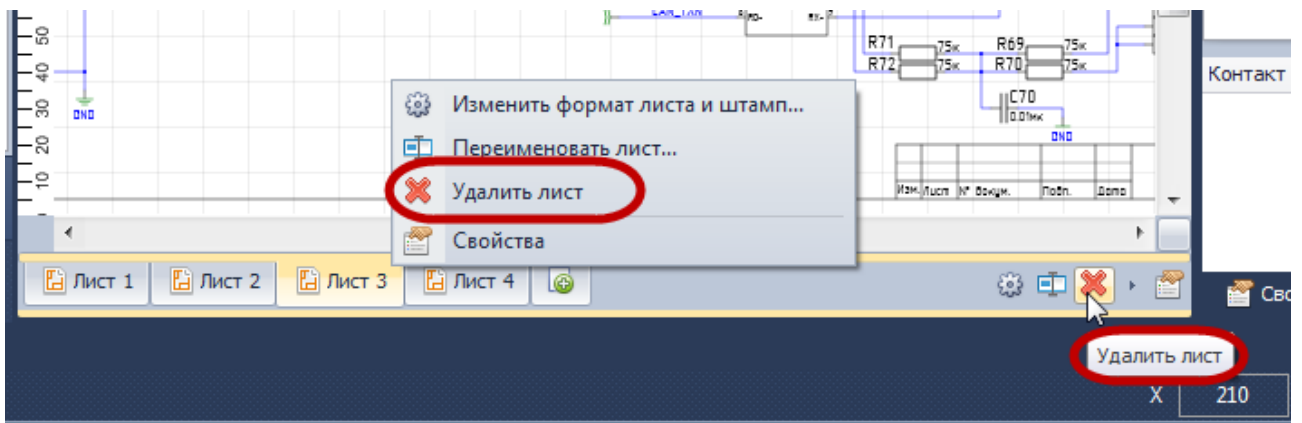

Рис. 391. Удаление листа схемы
Для того чтобы удалить лист, необходимо навести курсор на кнопку  - «Удалить лист», которая расположена на панели инструментов в правом нижнем углу вкладки, и нажать левую кнопку мыши, либо воспользоваться контекстным меню закладки, см. Рис. 391.
1. Наведите курсор на кнопку  - «Переименовать лист», которая расположена на панели инструментов в правом нижнем углу вкладки, и нажмите левую кнопку мыши, либо воспользуйтесь контекстным меню закладки, см. Рис. 391.